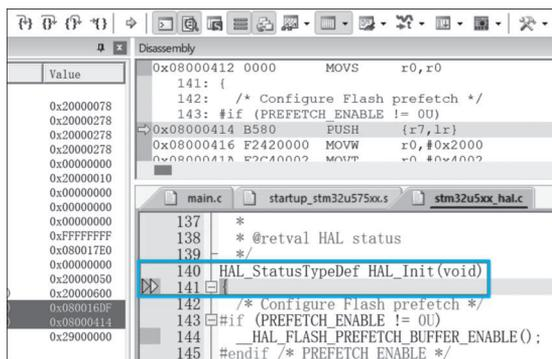

图 3.63 程序进入 HAL_Init() 函数
(7) 继续单击 Step 按钮 , 程序进入 `HAL_Init()` 函数内,如图 3.63 所示。